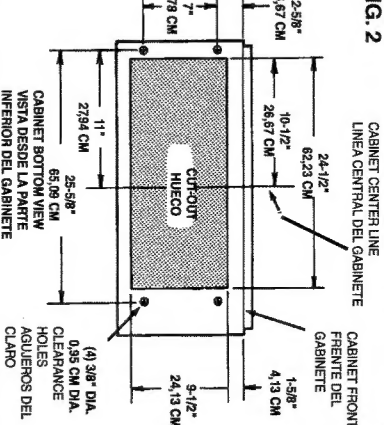

FIG. 3
2. **Attach damper/duct connector.** (FIG. 3)
2. **Sujete el conector para el regulador/ducto.** (FIG. 3) Use dos (2) tornillos (suministrados) para sujetar el conector al bastidor. La placa del regulador debe de abrirse en la dirección de la flecha.